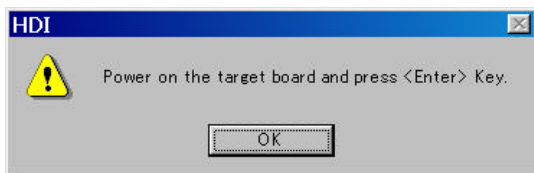

図4 電源投入要求メッセージのダイアログボックス
- (7) HDIウィンドウが表示されます。そして、図4に示すダイアログボックスが表示されます。